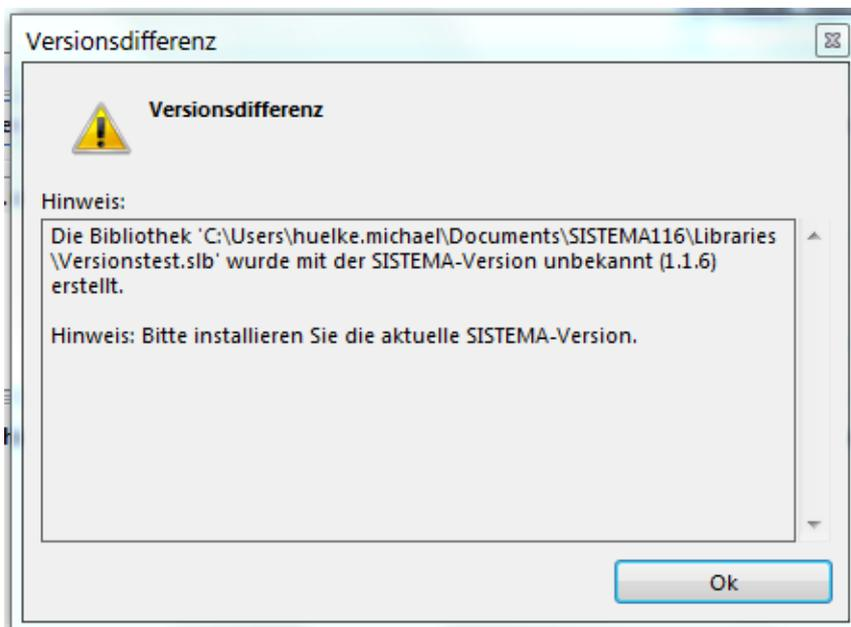

Abbildung 21: Hinweis Versionsdifferenz: Bibliothek neuer als Programm
- Die Bibliothek wurde mit einer neueren Version (z. B. 1.1.6) als das benutzte Programm (z. B. 1.1.5) erstellt, aber die Datenbankdefinition ist dieselbe (führende und mittlere Versionsnummer gleich). Es erscheint ein Hinweis, die aktuelle SISTEMA-Version zu installieren (Abbildung 21). Die Bibliothek wird dennoch geladen, da die Daten kompatibel sind.